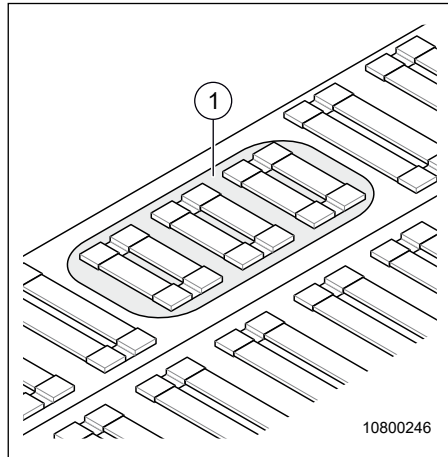

Fig. 58 Trappe d'entretien du réservoir d'eau fraîche
2. Enlever la trappe d'entretien (Fig. 58, pos. 1).
6. Fermer la trappe d'entretien (Fig. 58, pos. 1).